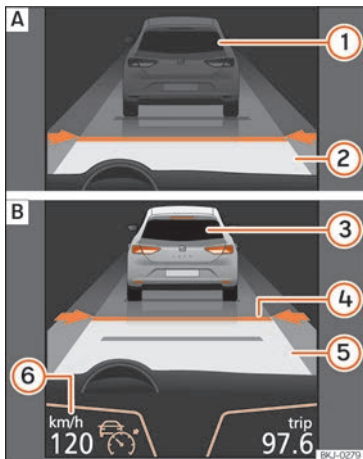
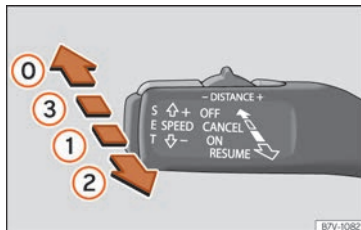
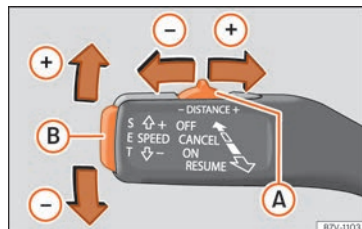
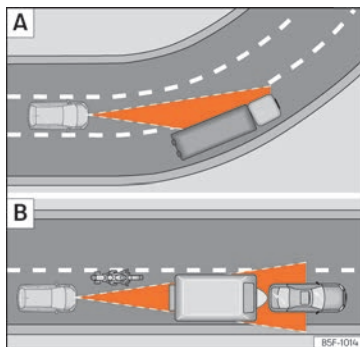

Abb. 252 Am Bildschirm des Kombi-Instruments: **A** ACC inaktiv (Standby). **B** ACC aktiv.
Abb. 253 Links an der Lenksäule: dritter Hebel für die Bedienung der ACC.
Abb. 254 Links an der Lenksäule: dritter Hebel für die Bedienung der ACC.
Abb. 255 [A] Fahrzeug in einer Kurve. [B] Vorausfahrender Motorradfahrer außerhalb des Erfassungsbereichs des Radarsensors.
Bildschirmanzeigen »»» **Abb. 252:**
Wenn die ACC eingeschaltet ist, schaltet sich auf der Schalttafel die grüne Kontrollleuchte ein (🟢) und auf dem Bildschirm werden die programmierte Geschwindigkeit und der Zustand der ACC angezeigt »»» **Abb. 252**.
- Um die ACC zu aktivieren, bewegen Sie den Hebel in die Position **ON** »» Abb. 253 ①. Zu diesem Zeitpunkt ist das ACC nicht aktiv und es ist keine Geschwindigkeit programmiert.
- Drücken Sie anschließend die Taste **SET** »» Abb. 254 ② oder bewegen Sie den Hebel in die Position **RESUME** »» Abb. 253 ②. In diesem Moment wird die ACC aktiviert und die aktuelle Geschwindigkeit und der Abstand werden programmiert. Die Anzeige am Kombi-Instrument wechselt in den Modus **Aktiv** »» Abb. 252 ③.
- Zur Programmierung der Geschwindigkeit schieben Sie den dritten Hebel nach oben ⬆ oder nach unten ⬇ bis zur gewünschten Geschwindigkeit »» Abb. 252 ④. Die Einstellung der Geschwindigkeit erfolgt in Schritten von 10 km/h (6 mph).
- Falls Sie die Geschwindigkeit in Schritten von 1 km/h (0,6 mph) erhöhen möchten, bewegen Sie den Hebel in die Position **RESUME** »» Abb. 253 ② bzw. drücken Sie zur Reduzierung die Taste **SET** »» Abb. 254 ②.
- Um das Abstandsniveau zu erhöhen oder zu reduzieren, bewegen Sie die Taste **A** nach rechts oder links »» Abb. 254.
Am Bildschirm des Kombi-Instruments wird das ausgewählte Abstandsniveau geändert »» Abb. 252 ④. Sie können aus 5 verschiedenen Abstandsniveaus auswählen. SEAT empfiehlt das Niveau 3. Der programmierte Abstand kann während der Fahrt oder bei Fahrzeugstillstand geändert werden »» ④.
»» Abb. 253 ⑤. In diesem Moment erscheint der Text **ACC deaktiviert** und die Funktion ist vollständig deaktiviert.
Die Beschleunigung des Systems lässt sich jederzeit durch Betätigen des Bremspedals oder Drücken des dritten Hebels bis zur Position **CANCEL** »» **Abb. 253**  unterbrechen.
Beim Ein- oder Ausfahren einiger Kurve kann es vorkommen, dass der Radarsensor das vorausfahrende Fahrzeug nicht mehr erfasst oder auf ein Fahrzeug auf der Nebenspur reagiert »» **Abb. 255** . Es ist möglich, dass das Fahrzeug unnötigerweise bremst oder nicht mehr auf das vorausfahrende Fahrzeug reagiert. In diesem Fall muss der Fahrer eingreifen, indem er beschleunigt oder durch Betätigen des Bremspedals oder Drücken des dritten Hebels bis zur Position **CANCEL** »» **Abb. 253**  den Bremsvorgang abbricht.
Der Radarsensor kann schmale oder versetzt fahrende Fahrzeuge nur erkennen, wenn sich diese innerhalb seiner Reichweite befinden »» **Abb. 255** . In diesen Fällen müssen Sie bei Bedarf selbst bremsen.